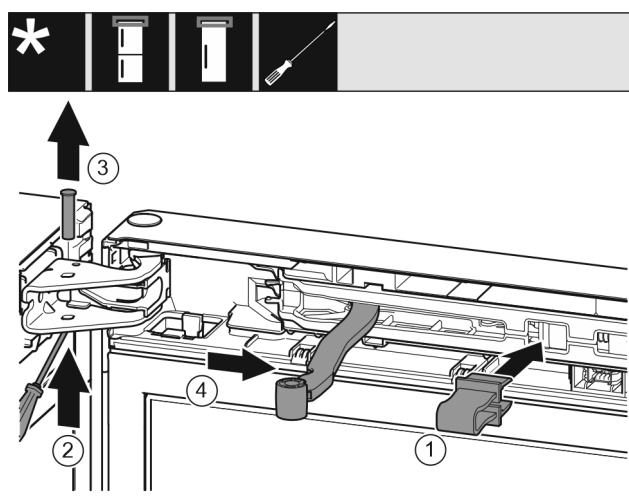

Fig. 8
- Enclencher la fixation Fig. 8 (1) dans l'ouverture.
- Dévisser l'axe Fig. 8 (2).
- Retirer l'axe Fig. 8 (3) par le haut.
- Tourner la jointure Fig. 8 (4) en direction de la porte.